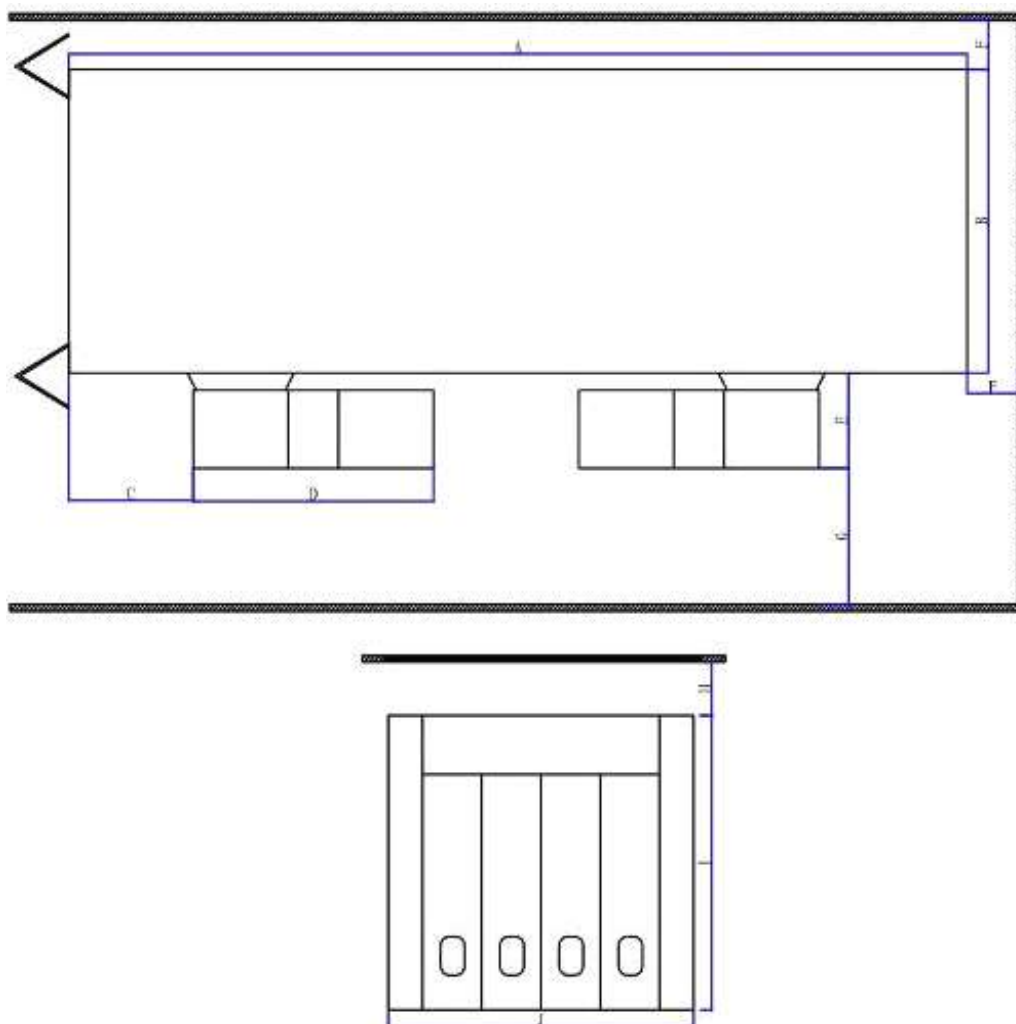

Рис. 2.1
4. Вокруг камеры следует оставить безопасное расстояние для последующего обслуживания и корректного функционирования, см. рис. 2.1.